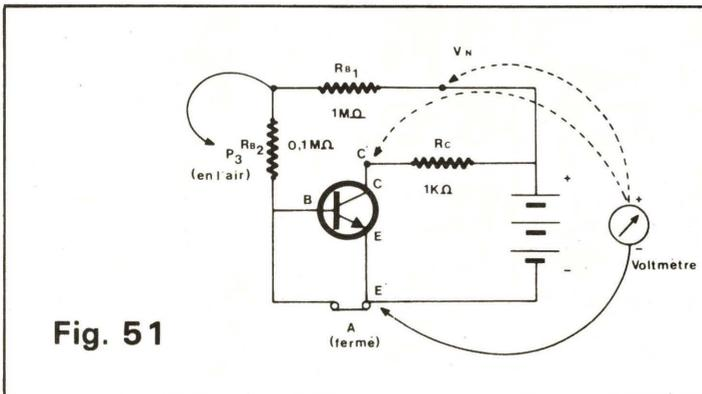

Fig. 51
- Le schéma équivalent est celui de la **figure 51**.